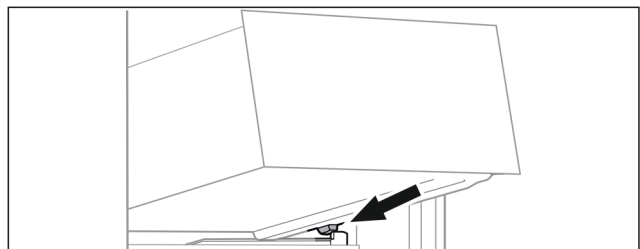

Fig. 71
- ▶ Наклоняя вниз, установите выдвижной ящик за стопору на контейнерное ребро. (см. Fig. 71)